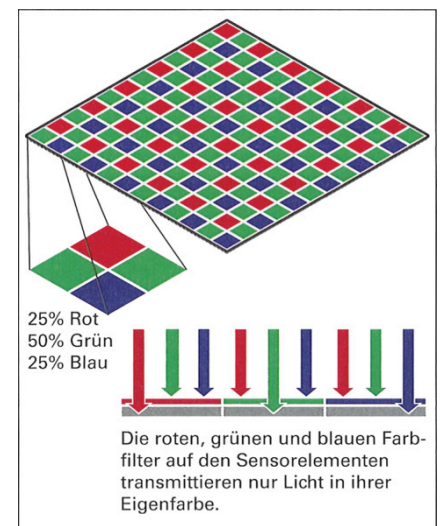

Abb. 7-4: Bilderfassung auf dem Kamerachip (Böhringer, et al., 2008), S. 275
- Der Speicherbedarf beträgt nur 1/3 gegenüber einem TIF-Bild gleicher Farbtiefe, da jeder Pixel nur die Information einer Farbe speichert (Abb. 7-4).